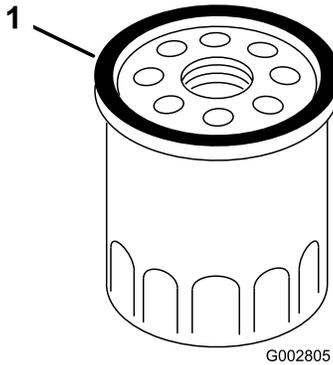

Figure 39
3. Avec les doigts, appliquez de l'huile sur le joint du nouveau filtre (Figure 39).